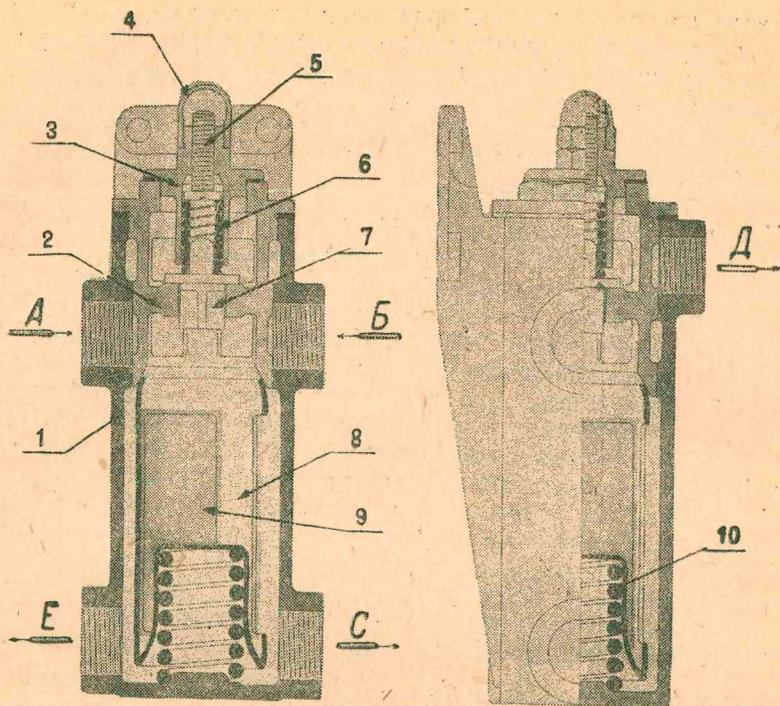

Рис. 17. Масляный фильтр.
**Масляный фильтр.** (Рис. 17). Масляный фильтр служит для очистки масла перед поступлением его в систему. Фильтр прикрепляется к передней стенке моторного отделения, слева, по ходу машины. Корпус фильтра (1) изготовлен из алюминиевого сплава; он имеет шесть отверстий: в верхнее отверстие ввертывается корпус редукционного клапана фильтра (2); через отверстие (Д) вытекает масло, прошедшее через редукционный клапан и идущее обратно в бак, не заходя в систему; через отверстие (А) поступает масло из масляного радиатора; через отверстие (Б) поступает масло от редукционного клапана радиатора; через отверстие (С) выходит масло, идущее в систему, и в отверстие Е ввертывается трубка, идущая к манометру.